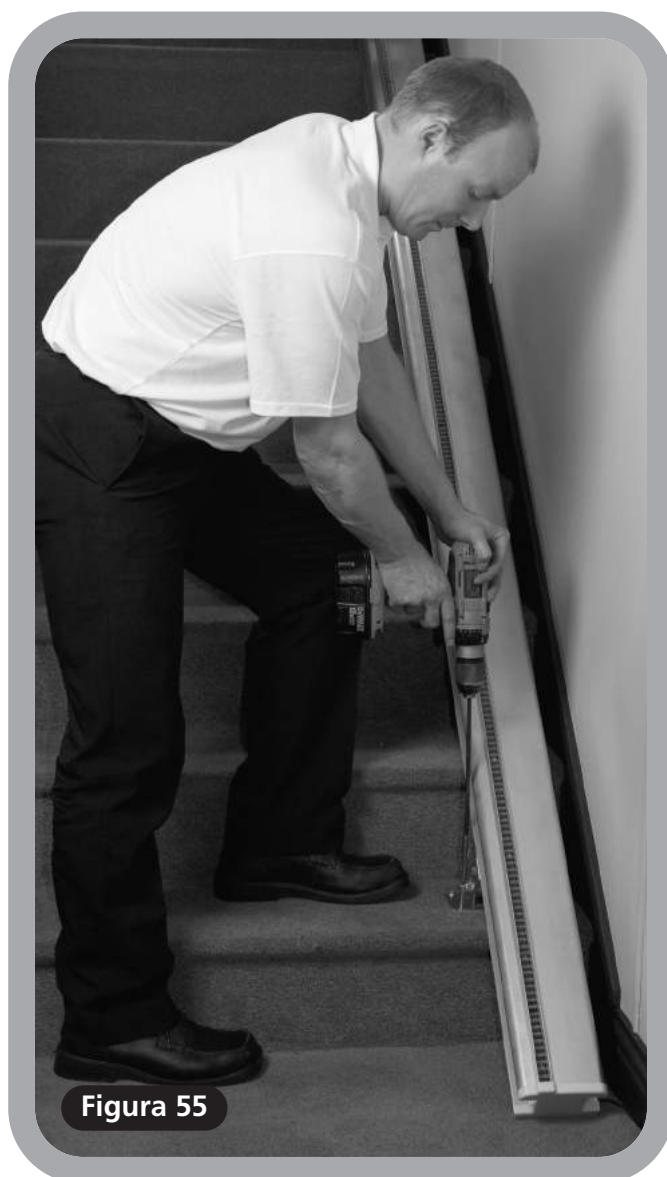

Figura 55
- 3 Assicurate i piedi alla scala usando le viti da legno in dotazione nella busta verde dal kit d'assemblaggio mostrato nella **Figura 55**.